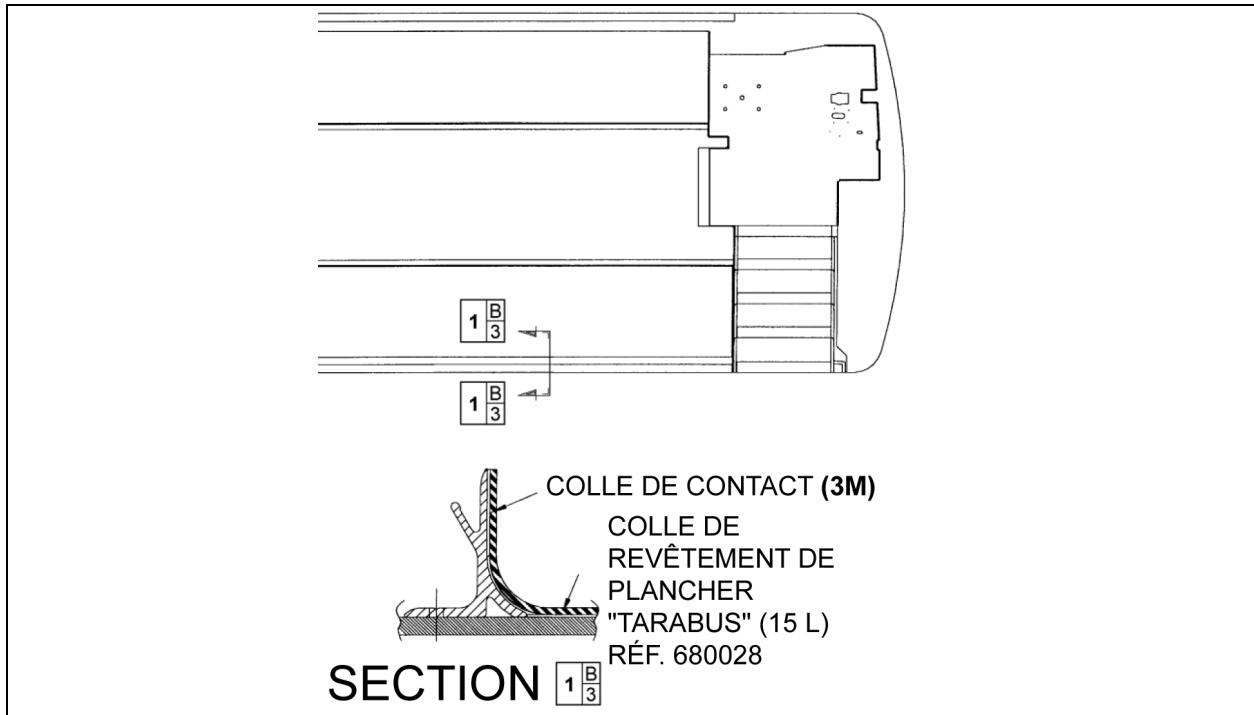

FIGURE 88: APPLICATION DE LA COLLE POUR REVÊTEMENTS DE PLANCHER DE LA GAMME TARABUS 18640
6. Appliquer de la colle pour revêtement de plancher (680028) sur le contreplaqué à l'aide d'une truelle crantée avec une denture de 1/8 po. Si besoin, appliquer de la colle de contact (3M) (684655 ou 684654) sur le moulage en aluminium ainsi sur la partie du revêtement de plancher qui sera en contact avec le moulage (voir la Figure 88).